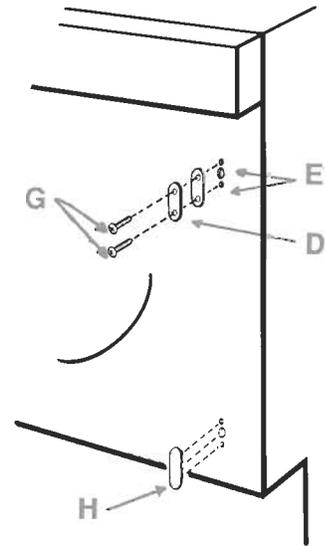

Fig. 4
- 4) Montare la porta corredata di cerniere avviando le viti (L) sul frontale della lavabiancheria (fig. 4).